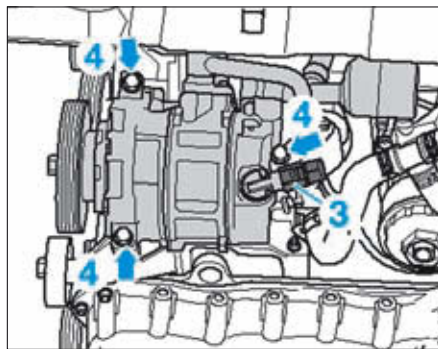

FIG. 4
- Débrancher le connecteur (3) du compresseur (Fig.4).
- les vis (4) du compresseur,